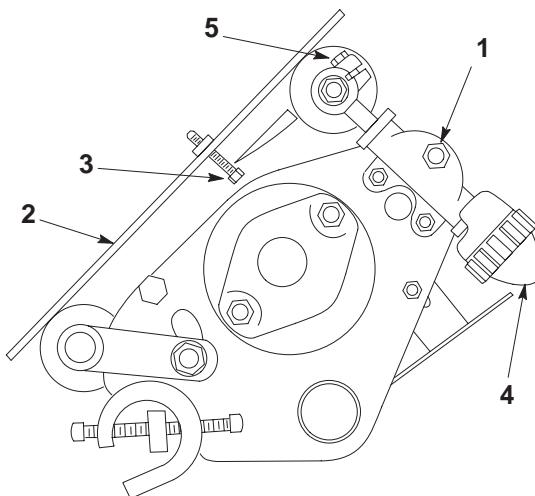

図 7
1. 刈り高を6 mm以下に設定する場合には、後ローラを一番低い刈り高位置にセットする。9ページ「後ローラ・アセンブリとリールの平行調整」を参照のこと。刈り高を設定するにはカッティングユニットをあお向にし、ユニット左右の刈り高調整ノブの固定ネジ(図7)をゆるめる。